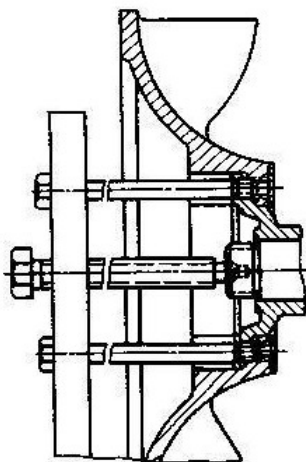

Рис. 20 Съём вентилятора
- расконтрить стопорную шайбу, предварительно закрепив ротор, отвернуть гайку и съемником снять вентилятор (рисунок 20).